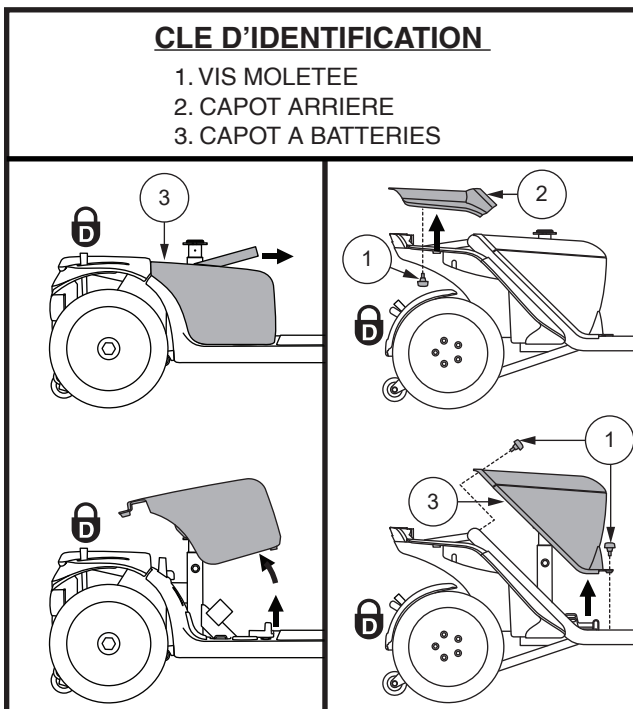

Figure 14. Retirer/Installer le protecteur de la batterie
1. Retirez le siège et le capot à batteries. Voir la figure 14.
- a.) Pour modèles 614 et 714, retirez les deux (2) vis moletées du le capot arrière du scooter qui le fixe sur la structure et soulevez-le à la verticale. Voir la figure 14.
- b.) Pour modèles 614 et 714, retirez les quatre (4) vis moletées du couvercle à batteries qui le fixe sur la structure et soulevez-le à la verticale. Voir la figure 14.